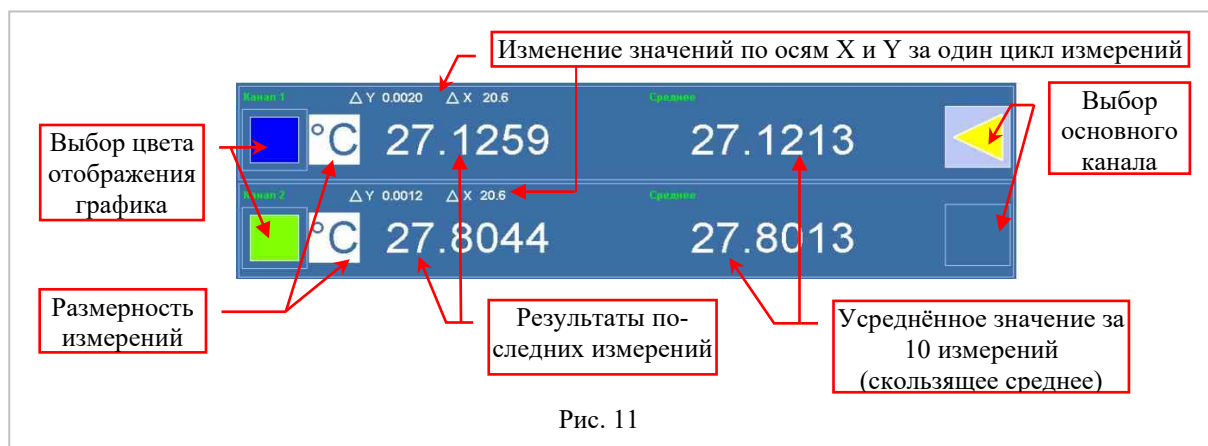
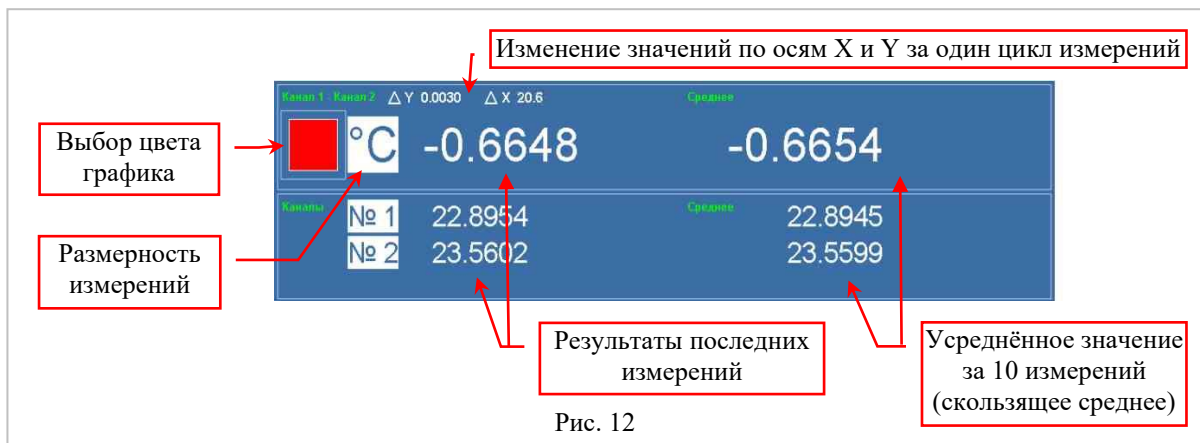

Рис. 11
Рис. 12
2.4.3 Индикатор результатов измерений (рис.11, рис.12)
В режиме отображения результатов измерений по каналам индикатор результатов измерений имеет вид, показанный на рис.11. В режиме отображения разности измерений между каналами индикатор результатов измерений имеет вид, показанный на рис.12.